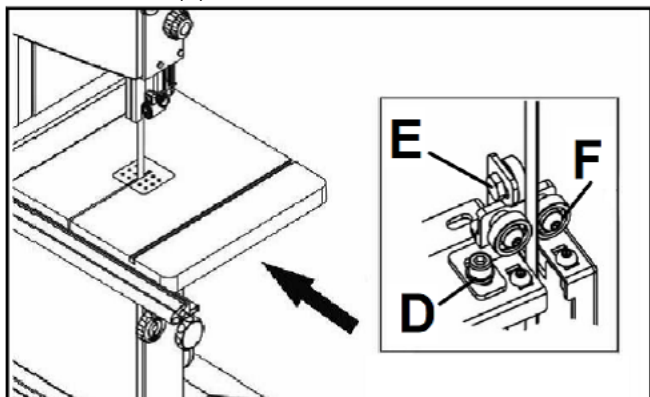

Рисунок 16
Ослабьте винт с внутренним шестигранником (D, Рис. 16), переместите всю нижнюю направляющую пильной ленты и установите боковые подшипники в положение 1-2 мм от впадины зуба полотна (изогнутая область в основании зуба). Снова затяните винты (D).
Ослабьте болт (E) и установите упорный подшипник в положение 0,4 мм от задней кромки ленты. Снова затяните болт (E, Рис. 16).
Ослабьте болт (F, Рис. 16) и отрегулируйте боковые подшипники с зазором 0,1-0,2 мм до ленты. Снова затяните болт (F).